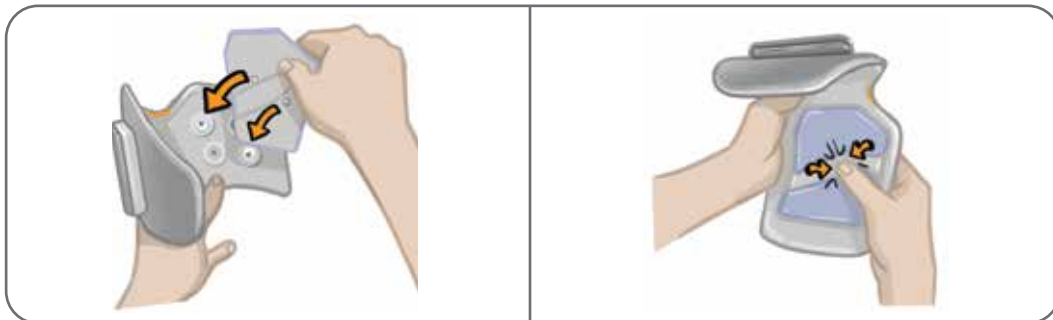

Figura 6-4: Alinierea și atașarea electrodului cu fixare rapidă
5. Asigurați-vă că acoperitoarele cu fixare pentru jambiere sunt în poziție. Aliniați capsă portocalie și cea albastră de pe electrodul cu fixare rapidă cu orificiul portocaliu și cel albastru de pe jambiera Lower Leg. Consultați Figura 6-4.
6. Apăsăți ferm pentru a fixa electrodul cu fixare rapidă pe jambiera Lower Leg. Consultați Figura 6-4.